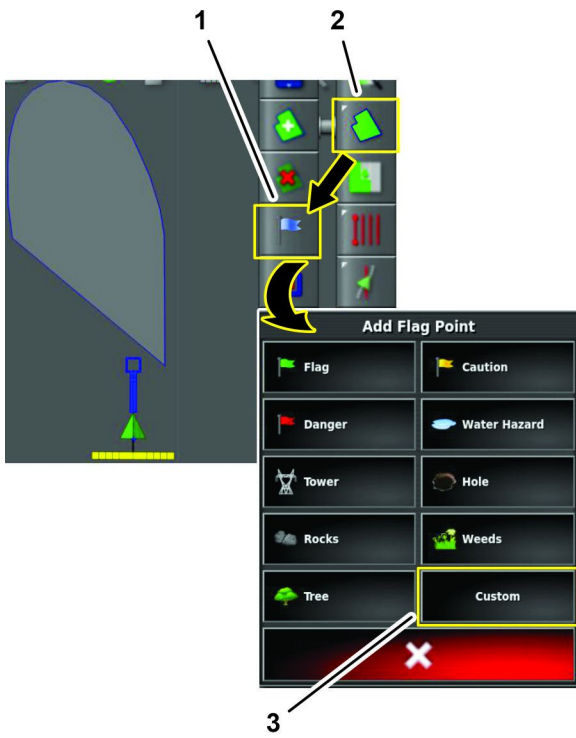

Bild 80
- Tippen Sie im Menü Markierungspunkt hinzufügen auf das Symbol FELDMENÜ und das Symbol MARKIERUNGSPUNKT SETZEN (Bild 80).
3. Tippen Sie auf das Symbol BENUTZERDEFINIERTER Markierungspunkt (**Bild 80**).